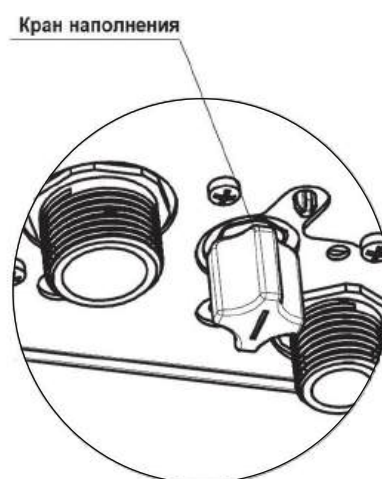

Рис. 11 Заполнение системы отопления (ГАЗ 6000 ...C RN)
- Заполните отопительную систему до давления 0,1-0,2 МПа (1-2 бар) и закройте кран для заполнения и слива. Для котлов ...C – как показано на рис. 11, для ...H в монтажной схеме необходимо предусмотреть кран наполнения.